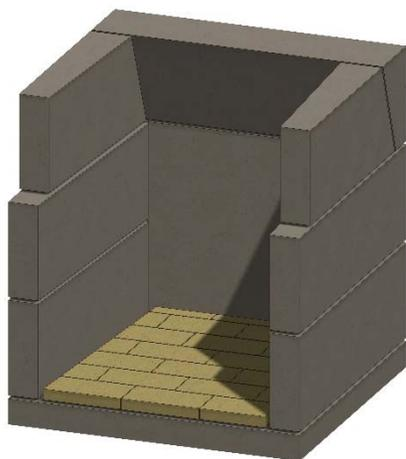

Figure 15. Brique réfractaire de plancher
H. Tapissez la chambre de combustion, en utilisant de la brique réfractaire fendue et des joints de mortier de 1/4 de pouce. Installez d'abord la brique réfractaire sur le plancher, avec 1/4 de pouce de Stone Age Multi-Purpose Ready-Mix ou d'un autre mortier haute température. Voir la figure 15.